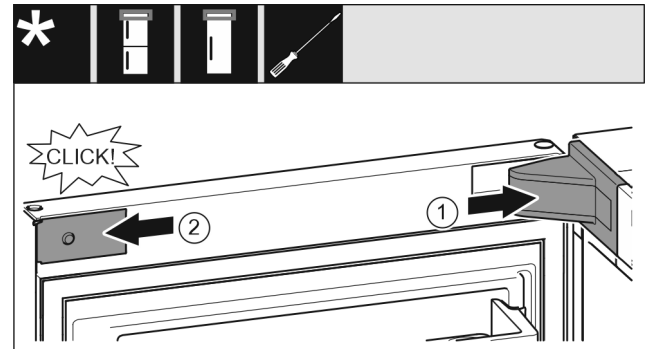

Fig. 24
- ▶ Aseta laakerijalustan suojus Fig. 24 (1) ja lukitse se paikalleen, paina tarvittaessa varovaisesti erilleen.
- ▶ Aseta suojapaneelit Fig. 24 (2) sivuille ja lukitse paikalleen.